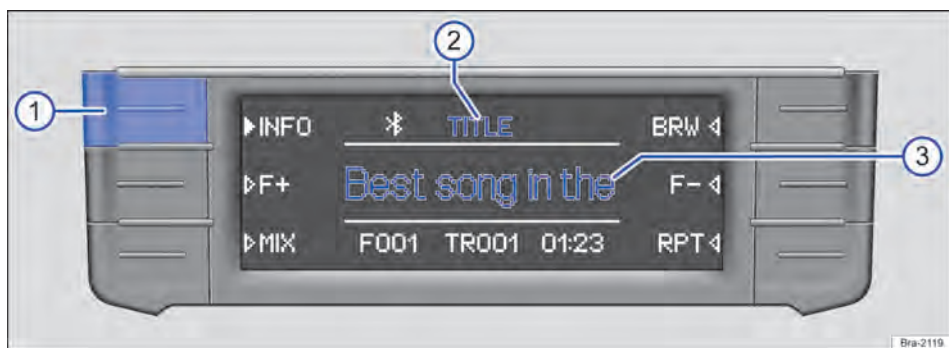

Fig. 147 Exemplo de exibição na operação de mídia: informações das faixas de um CD de MP3 em execução.
Em CDs de áudio sem texto de CD, na linha central do display → Fig. 147 ③ é exibido somente **TRACK** e o número da faixa conforme a sequência na unidade de armazenamento de dados.
No centro da linha superior do display é exibido o tipo da informação de faixa selecionada, por exemplo, **TITLE** → Fig. 147 ②.
- Pressionar brevemente o botão de função **[INFO]** → Fig. 147 ① para trocar o tipo da informação exibida da faixa.
Exibição → Fig. 147 ②	Informação da faixa → Fig. 147 ③